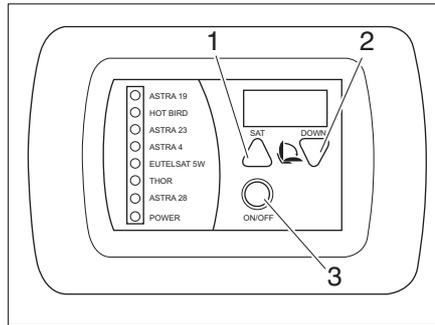

Fig. 39 Panneau de contrôle menu consommateur (variante 1)
- Enclencher l'antenne parabolique via le bouton ON/OFF (Fig. 39,3) (le panneau de contrôle est fixé à gauche à la porte de cellule).
- Appuyer plusieurs fois sur la touche SAT (Fig. 39,1) pour sélectionner un satellite et démarrer la recherche. L'antenne parabolique se déploie et recherche automatiquement le satellite sélectionné.
- Appuyer sur la touche Down (Fig. 39,2) pour rentrer l'antenne parabolique. L'antenne parabolique est rentrée.
- Appuyer sur la touche ON/OFF (Fig. 39,3). L'antenne parabolique est rentrée et le téléviseur est mis hors service.